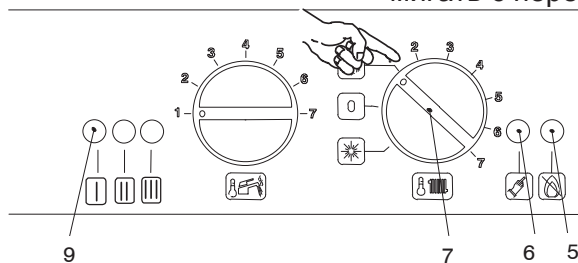

Fig. 6.5
- 18 Move the working selection / heating temperature adjustment knob as shown on Fig. 6.5; the signal LED will flash intermittently approx. every 2 seconds.
- 18 Установить Переключатель режима работы / Рукоятку регулирования температуры отопления как указано в Fig. 6.5; индикаторная лампа будет мигать с перерывом в 2 секунды.